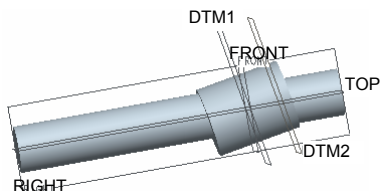
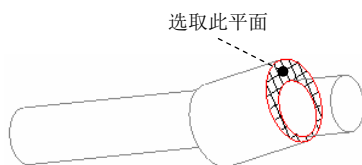

图 5.33.10 创建 DTM2
图 5.33.11 选取参考平面
Step6. 创建图 5.33.10 所示的基准平面 DTM2。
(1) 单击“平面”按钮 。
(2) 在模型中选取图 5.33.11 所示的平面为参考平面,参考类型为“偏移”。
(3) 在“偏移”文本框中输入值 2.0 (注意设置正确的方向)。